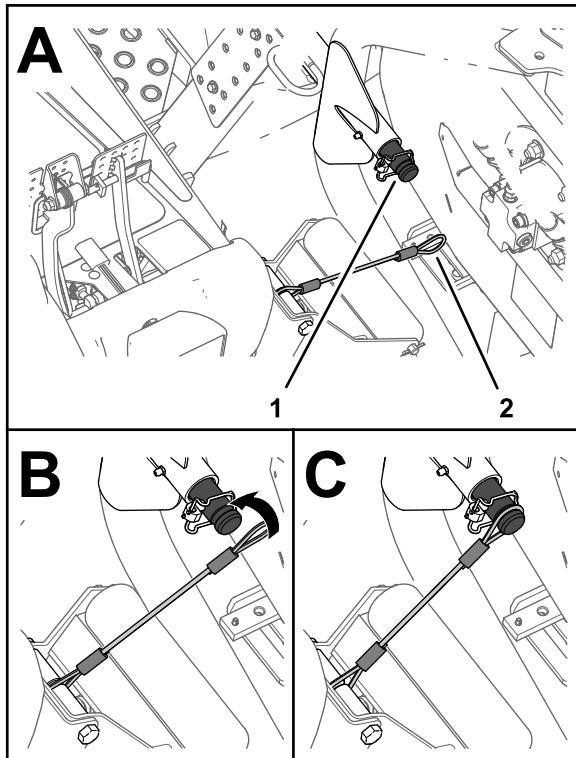

Figure 34
5. Placez le cordon devant l'arbre porteur du bras de levage de l'unité de coupe extérieure avant (Figure 34).
6. Enfilez la boucle du cordon sur l'arbre porteur jusqu'à ce que le cordon soit complètement engagé dans la rainure de l'arbre (Figure 34).